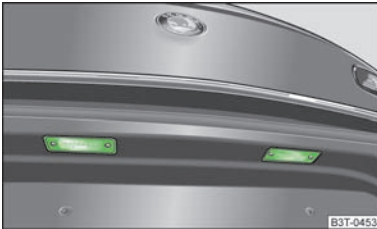

Abb. 195
- › Die Glasabdeckung der Leuchte abschrauben » Abb. 195.